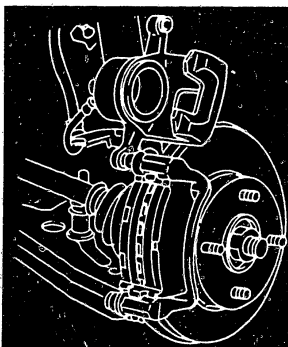

Bild 55 Ausbau der vorderen Bremsklötze durch Hochklappen des Bremssattels.
c) **Scheibenbremsen vorne:** Um die Bremsbeläge auszuwechseln, ist die untere Stiftschraube des Bremssattels zu lösen und dieser nach oben zu klappen (Bild 55). Die Bremsscheibe lässt sich nach dem Abnehmen des Bremssattelträgers von der Radnabe abziehen.